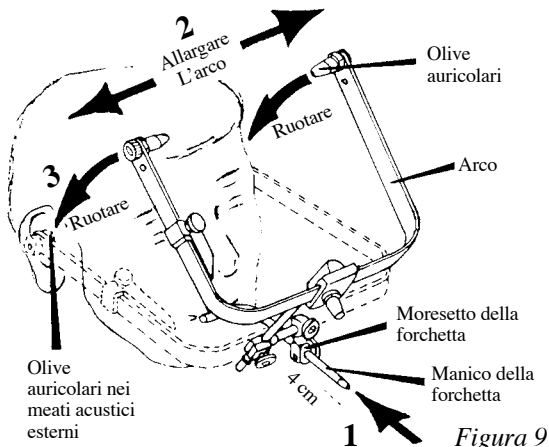

Figura 9
6. La Figura 9 riporta il manico della forchetta mentre viene inserito nel Morsetto allentato della forchetta. ① Far scivolare il Morsetto sul manico, circa 4 centimetri e poi – ② “allargare l'Arco-Spring” e